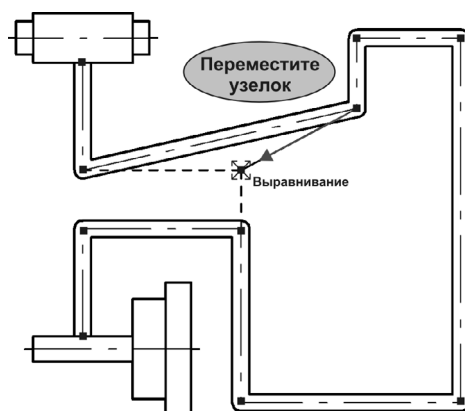

Рис. 59.85.
На этот раз эквидистанта будет следовать за осевой линией, изменяя свой профиль (рис. 59.85).
9. Перетащите мышью еще одну характерную точку осевой линии и зафиксируйте ее в новом положении. Используйте привязку **Выравнивание** (рис. 59.85).